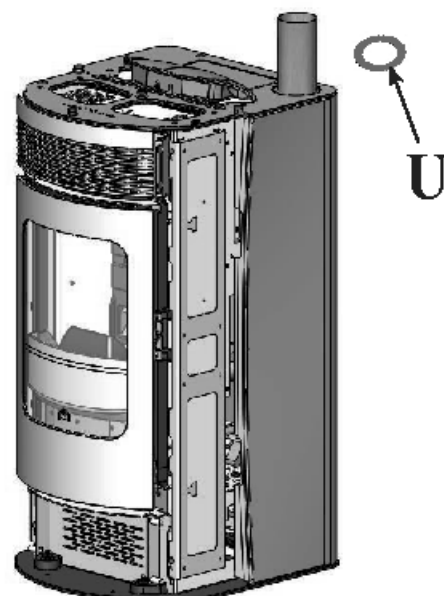

Abb. 16
- Die mitgelieferte Rosette (U - Abb. 16) platzieren.